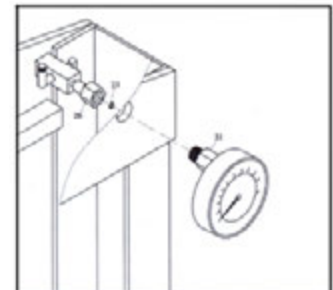

Figure 2
- Enlever la bougie du manomètre (45), insérer la bague de Nylon (23) dans le raccord du manomètre (26) et fileter le manomètre (31) fermement. Vérifier la fermeté pour empêcher les fuites. (figure 2, 3)